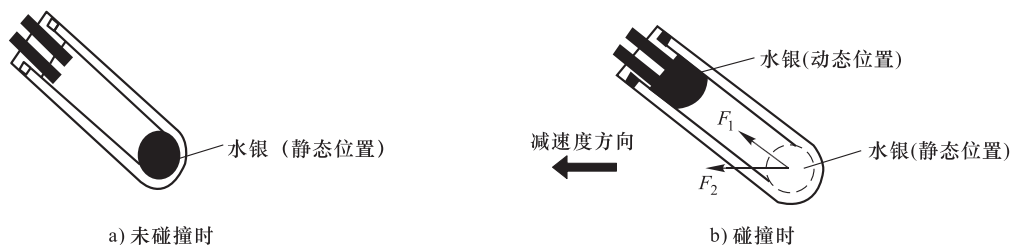

图 7-22 水银开关式碰撞传感器的工作原理
(2) 工作原理 水银开关式碰撞传感器的工作原理如图 7-22 所示。